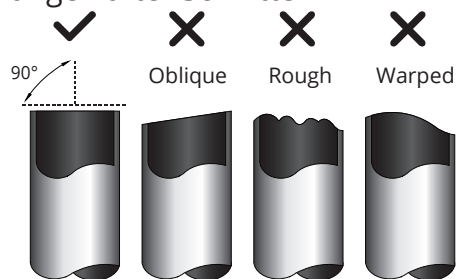

Abb. 7.1
1. Achten Sie darauf dass Sie das Rohr mit einem exakten Winkel von 90° schneiden. Siehe dazu Abb. 7.1 mit Beispielen mangelhafter Schnitte